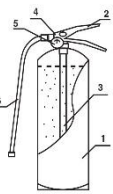

Рис. 1
4.1. Огнетушитель (рис. 1) состоит из корпуса 1, наполненного огнетушащим порошком. На горловине закреплено запорно-пусковое устройство 4 с индикатором давления 5. ЗПУ оснащено ручкой для переноски огнетушителя и ручкой для управления подачей порошка 2. Огнетушитель оснащен сифонной трубкой 3, гибким рукавом 6 (кроме ОП-1, ОП-2, ОП-3) и распылителем для получения факела распыла порошка. Огнетушитель оснащен чекой для предотвращения саморазбавывания.
На баллоне нанесена маркировка в одну, две или три строки. Допускается размещение наклейки (надписи) в центральной части цилиндрической поверхности, граничащей с верхней крышкой: по диаметру крышки, вдоль баллона по высоте, по диаметру цилиндрической части обечайки в нижней, средней или верхней частях обечайки (смотри рис. 1). Содержащая следующую информацию: